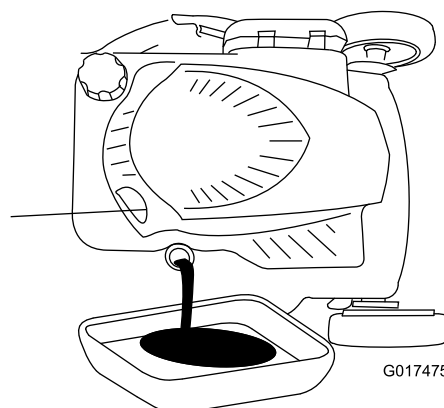

**Figure 39**
3. Tournez le bouchon dans le sens antihoraire et sortez la jauge (Figure 39).